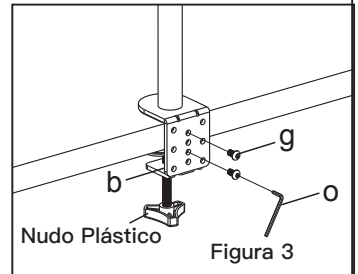

Figura 3
3. Utilice el nudo plástico a apretar la abrazadera-C a la mesa, véase Figura 3.